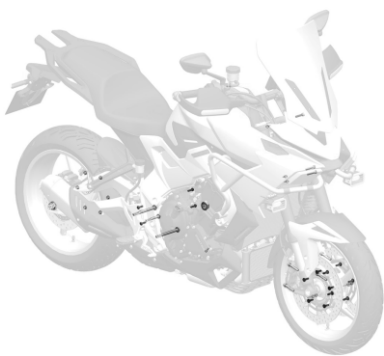

图2
| 龙头锁内部活动机构    | ☆         |                    |          |        |         | ①       |          | ①  | 图2                    | -        |
| 转向机构中的螺栓、螺母  | ☆☆        |                    |          | ③      |         | ③       |          | ③  | 15000公里补充黄油图2     | -        |
| 整车紧固件、螺栓、螺母  | ☆☆        |                    |          | ③      |         | ③       |          | ③  | 图2                    | -        |